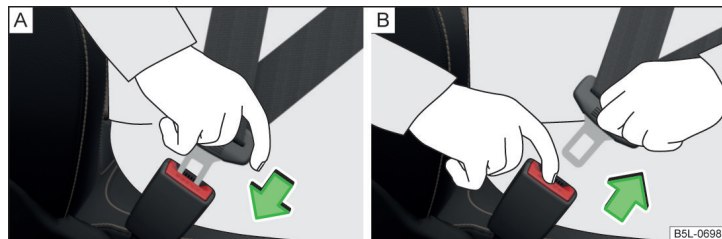

Fig. 19 Colocar y quitar el cinturón de seguridad
- » Introduzca la lengüeta en el cierre correspondiente al asiento » **fig. 19 - [A]** hasta que se oiga como encaja.
- » Agarre la lengüeta del cinturón y pulse la tecla roja en el cierre del cinturón » **fig. 19 - [B]**, la lengüeta del cinturón saldrá disparada.